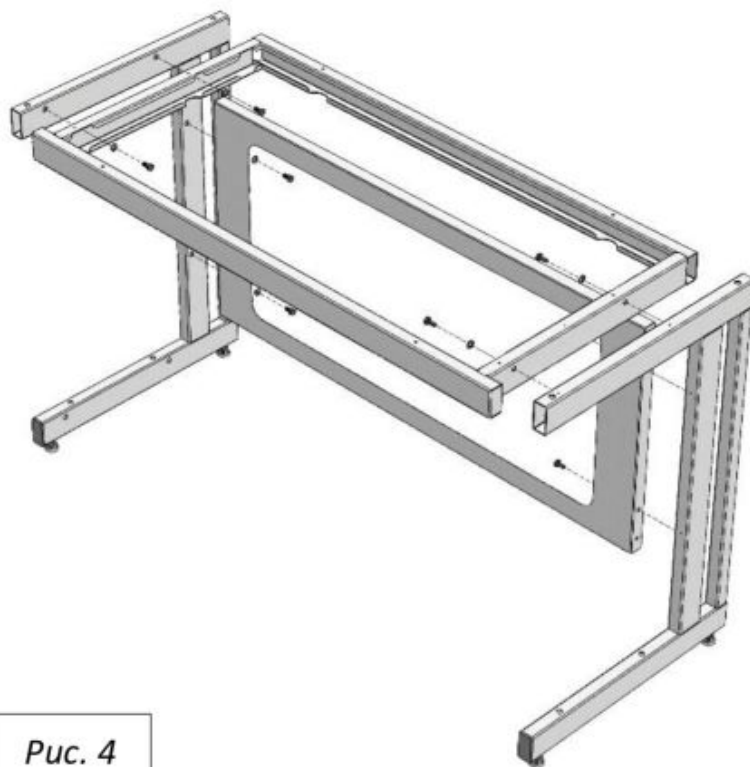

Рис. 4
4. Соединить боковины с верхней рамой и задней панелью каркаса, используя болты М8х16, шайбы 8 и предусмотренные в боковинах заклёпки-гайки М8 (Рис. 4)